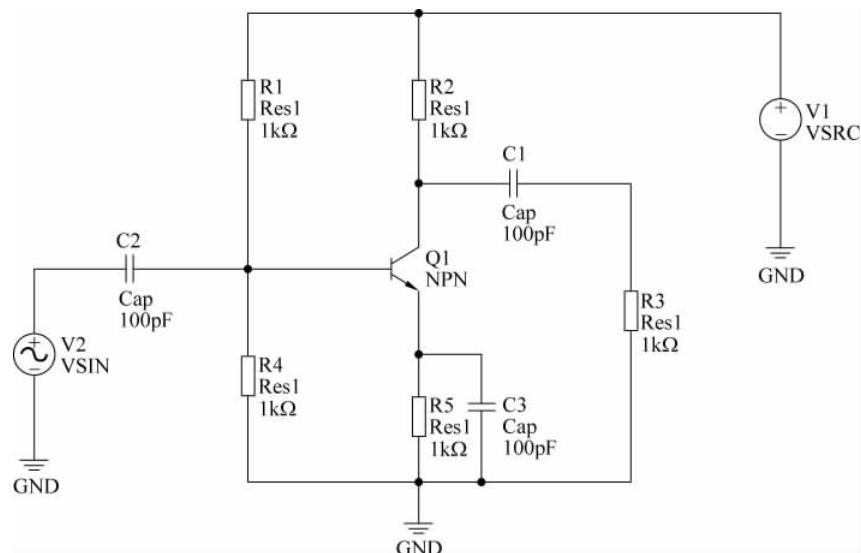

图 3-81 为电路元器件和信号源分配唯一的标识符
(5) 按照前面所介绍的为元件分配标识符的方法,为电路中的元件和信号源分配唯一的标识符。图 3-81 给出分配完标识符后的原理图界面。